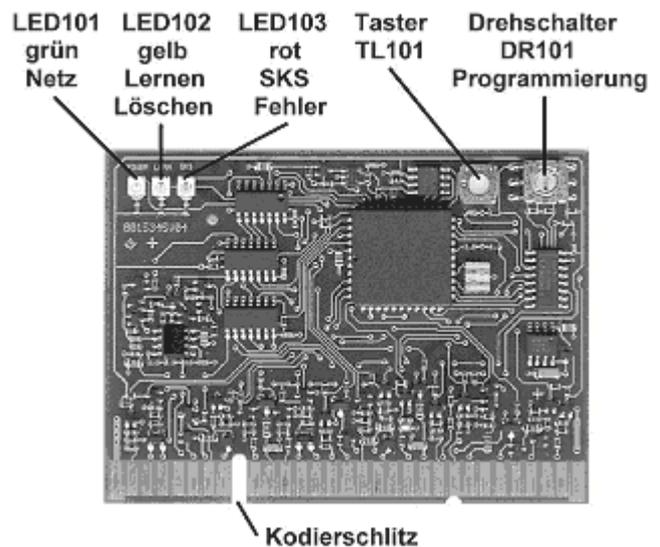
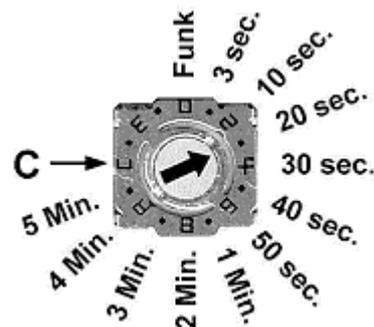

Abb. 7: Zusatzmodul ITSO31 (SKS-Auswertung und Funkbetrieb)
Abb. 8: Drehschalter DR101
- Erfolgt der Impuls nicht innerhalb von ca. 3 sec., leuchtet die LED103 (rot) auf dem Zusatzmodul ITSO31 (Abb. 7) und die nächste Abfahrt erfolgt im Totmann-Betrieb.
- Einstellung einer automatischen Tor-Wiederzufahrt in Verbindung mit dem Zusatzmodul ITSO31 (Abb. 7).
- Die Verzögerungszeit ist am Drehschalter DR101 von 3 Sec. - 5 Min. einstellbar (Abb. 8).
- Den Drehschalter DR101 auf dem Zusatzmodul ITSO31 auf die gewünschte **Verzögerungszeit** einstellen. Beispiel 20 Sec.: Drehschalter auf Stellung 3 stellen (Abb. 8).
- Den Taster TL101 auf dem Zusatzmodul ITSO31 so lange drücken, bis die LED102 (gelb) leuchtet (Abb. 7).
- Den Drehschalter DR101 auf dem Zusatzmodul ITSO31 auf „C“ stellen (Abb. 8).
- Den Taster TL101 auf dem Zusatzmodul ITSO31 so lange drücken bis die LED102 (gelb) leuchtet (Abb. 7).
- Den Drehschalter DR101 auf dem Zusatzmodul ITSO31 (Abb. 7) auf Stellung 0 „Funk“ drehen (Abb. 8).
- Den Taster TL101 auf dem Zusatzmodul ITSO31 (Abb. 7) drücken, bis die LED102 (gelb) blinkt. Den Taster loslassen.